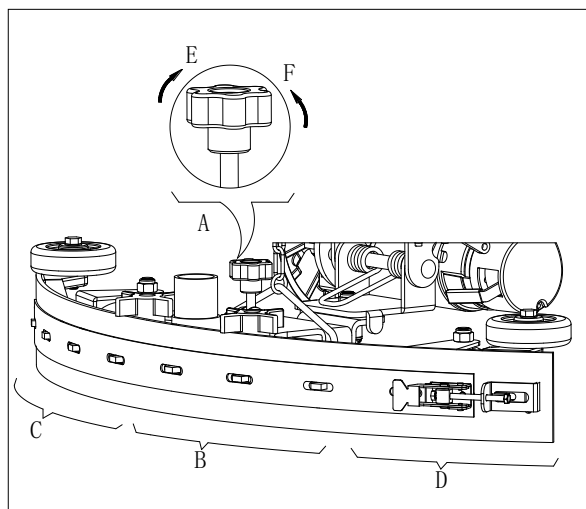

Figura 7
1. Instalați mopul (13) și strângeți butonul mopului (20), apoi conectați furtunul de aspirare (19) la mop.
2. Ajustați mopul cu ajutorul mânerului de ajustare (A, Figura 7).
- a) Dacă este un spațiu gol între podea și secțiunea din mijloc a lamei din spate a mopului (B) ajustați butonul (A) în direcția invers acelor de ceasornic (F) până când toată suprafața lamei din spate a mopului este în contact cu solul, iar lama din față atinge ușor solul.
- b) Dacă este un spațiu gol între podea și ambele capete ale lamei din spate a mopului (C și D) ajustați butonul (A) în direcția acelor de ceasornic (E) până când toată suprafața lamei din spate a mopului este în contact cu solul, iar lama din față atinge ușor solul.